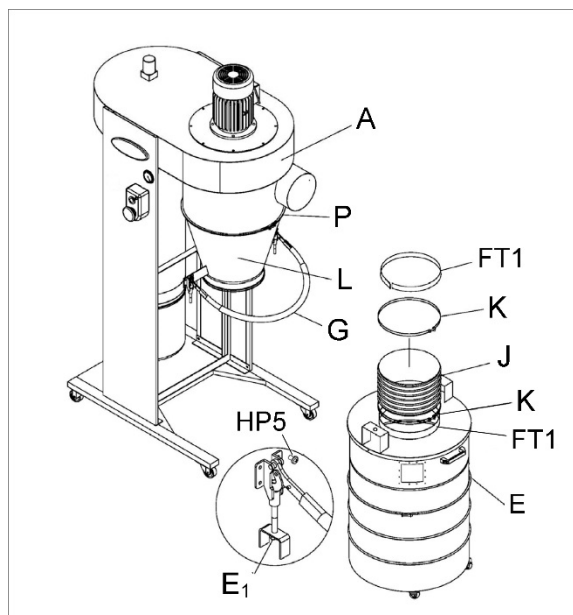

Figure 8
9. Assemblez le cône (L, Figure 8) au boîtier (A) et fixez-le avec le collier de serrage du cône (P). Serrez la vis sur le collier de serrage.
10. Collez une bande de 25,4 mm (1 po) de ruban adhésif en mousse (FT1) autour du cône (L) juste au-dessus du rebord inférieur.
11. Collez une bande de 25,4 mm (1 po) de ruban adhésif en mousse (FT1) autour de la bride du couvercle du tambour (E).
12. Fixez le tuyau (J) au cône et au couvercle du tambour avec des colliers de serrage (K).
13. Installez la poignée à dégagement rapide (G) sur les brides du cône avec des vis à tête cylindrique bombée (HP5).
14. Fixez la poignée à dégagement rapide au couvercle du tambour (E) en utilisant les écrous (E¹).